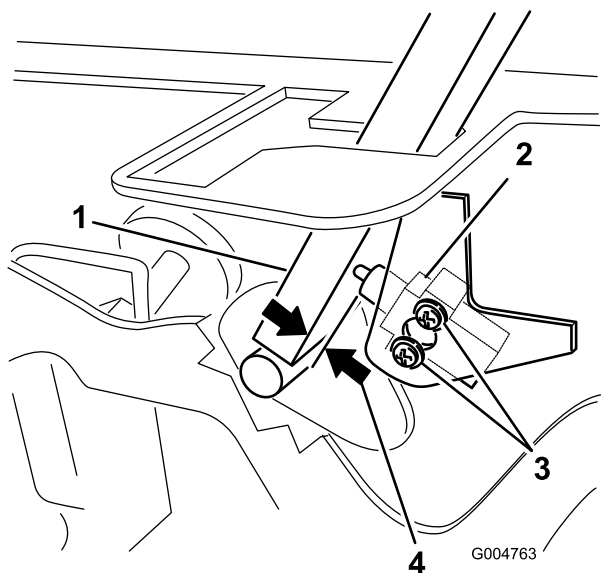

図 61
3. インタロック・スイッチを固定しているネジ 2本を取り外す(図 61)。
バーとスイッチのボディーとの距離が 0.4~1 mm になるように調整する(図 61)。